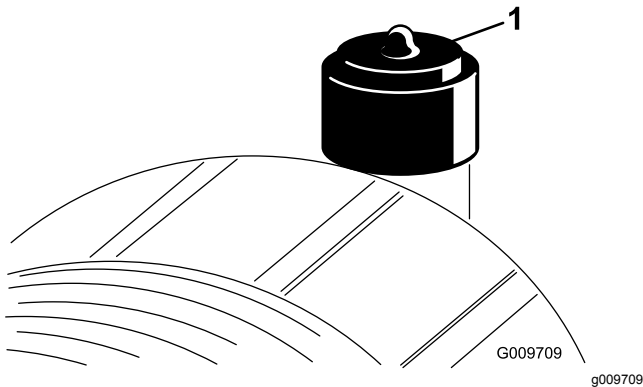

Bild 52
Warten Sie den Luftfilter nur, wenn die Wartungsanzeige dies angibt (Bild 52). Das frühzeitige Auswechseln des Luftfilters erhöht nur die Gefahr, dass Schmutz in den Motor gelangt, wenn Sie den Filter entfernen.
2. Stellen Sie die Anzeige (Bild 52) zurück, wenn sie auf Rot steht.